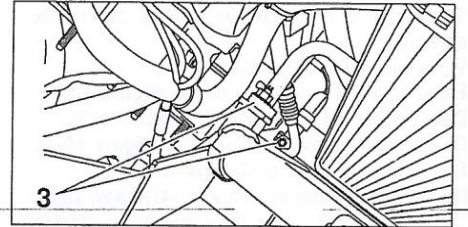

FIGURA 10-16
- Desconectar los racores (3) del condensador (figura 10-16).